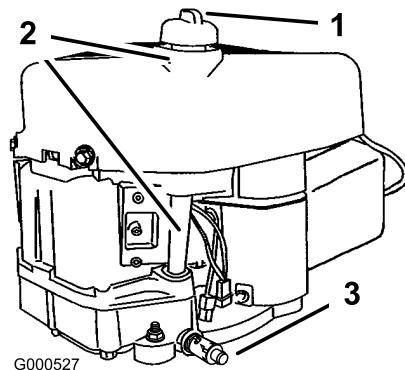

Figure 33
- Nettoyez la surface autour de la jauge d'huile (Figure 33) pour éviter que des impuretés ne s'introduisent dans le goulot de remplissage, ce qui risquerait d'endommager le moteur.
10. Nettoyez la surface autour du bouchon de la jauge d'huile et dévissez le bouchon (Figure 33).
11. Versez avec précaution environ 80% de la quantité d'huile spécifiée dans le goulot de remplissage (Figure 33)